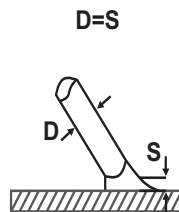
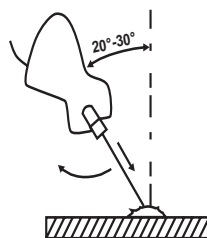

рис. 2
рис. 3
7.6 Как только произойдет зажигание дуги, электрод нужно держать на таком расстоянии  $S$  (см. рис. 2) от обрабатываемого материала, которое соответствует диаметру электрода  $D$  (см. рис. 2). Для получения равномерного шва далее необходимо соблюдать эту дистанцию по возможности постоянной. Также необходимо помнить, что наклон оси электрода должен быть примерно 20-30 градусов (см. рис. 3).